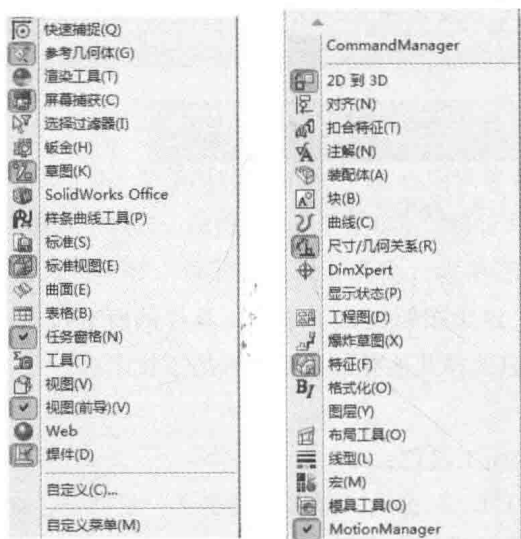

图 1-11 工具栏列表
(2) 在 SolidWorks 窗口的工具栏区域中右击，在弹出的快捷菜单中，工具栏名称前按下的图标表明该工具栏已在窗口中显示，单击相应图标可得到需要的工具栏。
(3) 单击菜单“视图(V)”/“工具栏(T)”命令，同样可以显示工具栏列表，如图 1-11 所示。